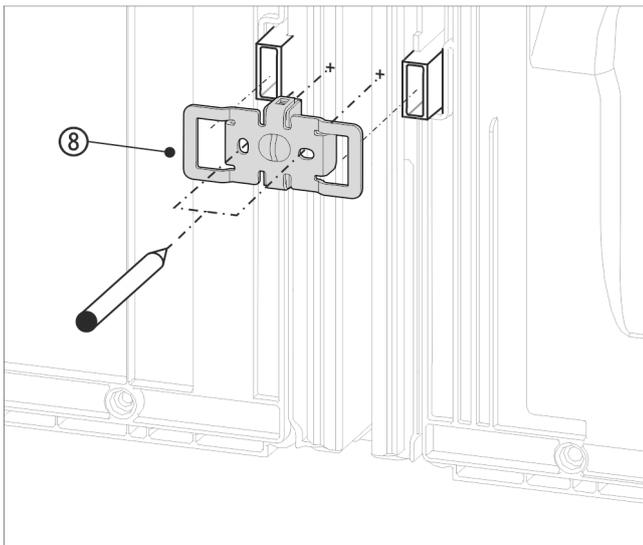

Fig. 20 Beispielhafte Darstellung
- ▶ Winkel Fig. 20 (8) mit den Aussparungen über die Aufnahme für die Wandabstandshalter schieben.